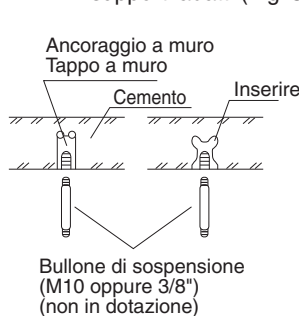

Fig. 3-11
- (3) Praticare i fori nei 4 punti indicati nello schema a grandezza naturale.
(4) A seconda del tipo di soffitto:
a) Inserire i bulloni di sospensione (Fig. 3-11) oppure